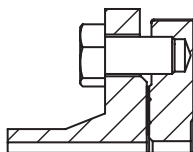

FIG. 3b **SI**
- Seleccione un tornillo de la longitud adecuada: un tornillo demasiado largo no garantizaría el apriete correcto. Montar como se muestra en la Fig. 3b o 3c. Apriete los tornillos en la cruz.